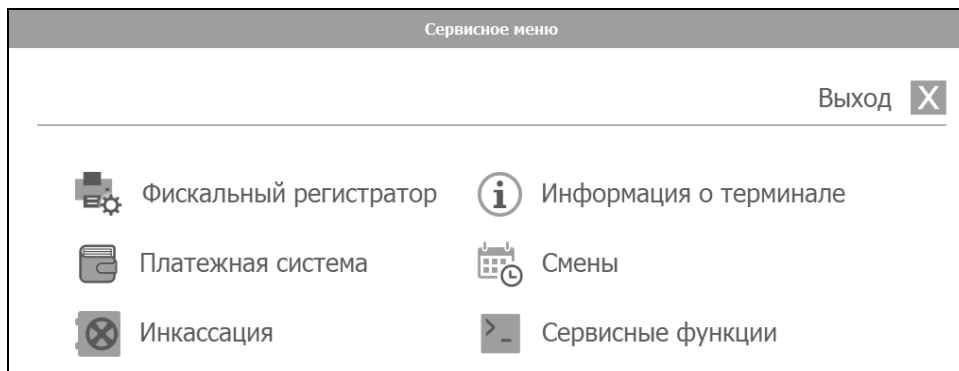

Рисунок 20
7.9 Для сервисного обслуживания терминала в устройстве предусмотрено "Сервисное меню" (рисунок 20). Войти в него можно: